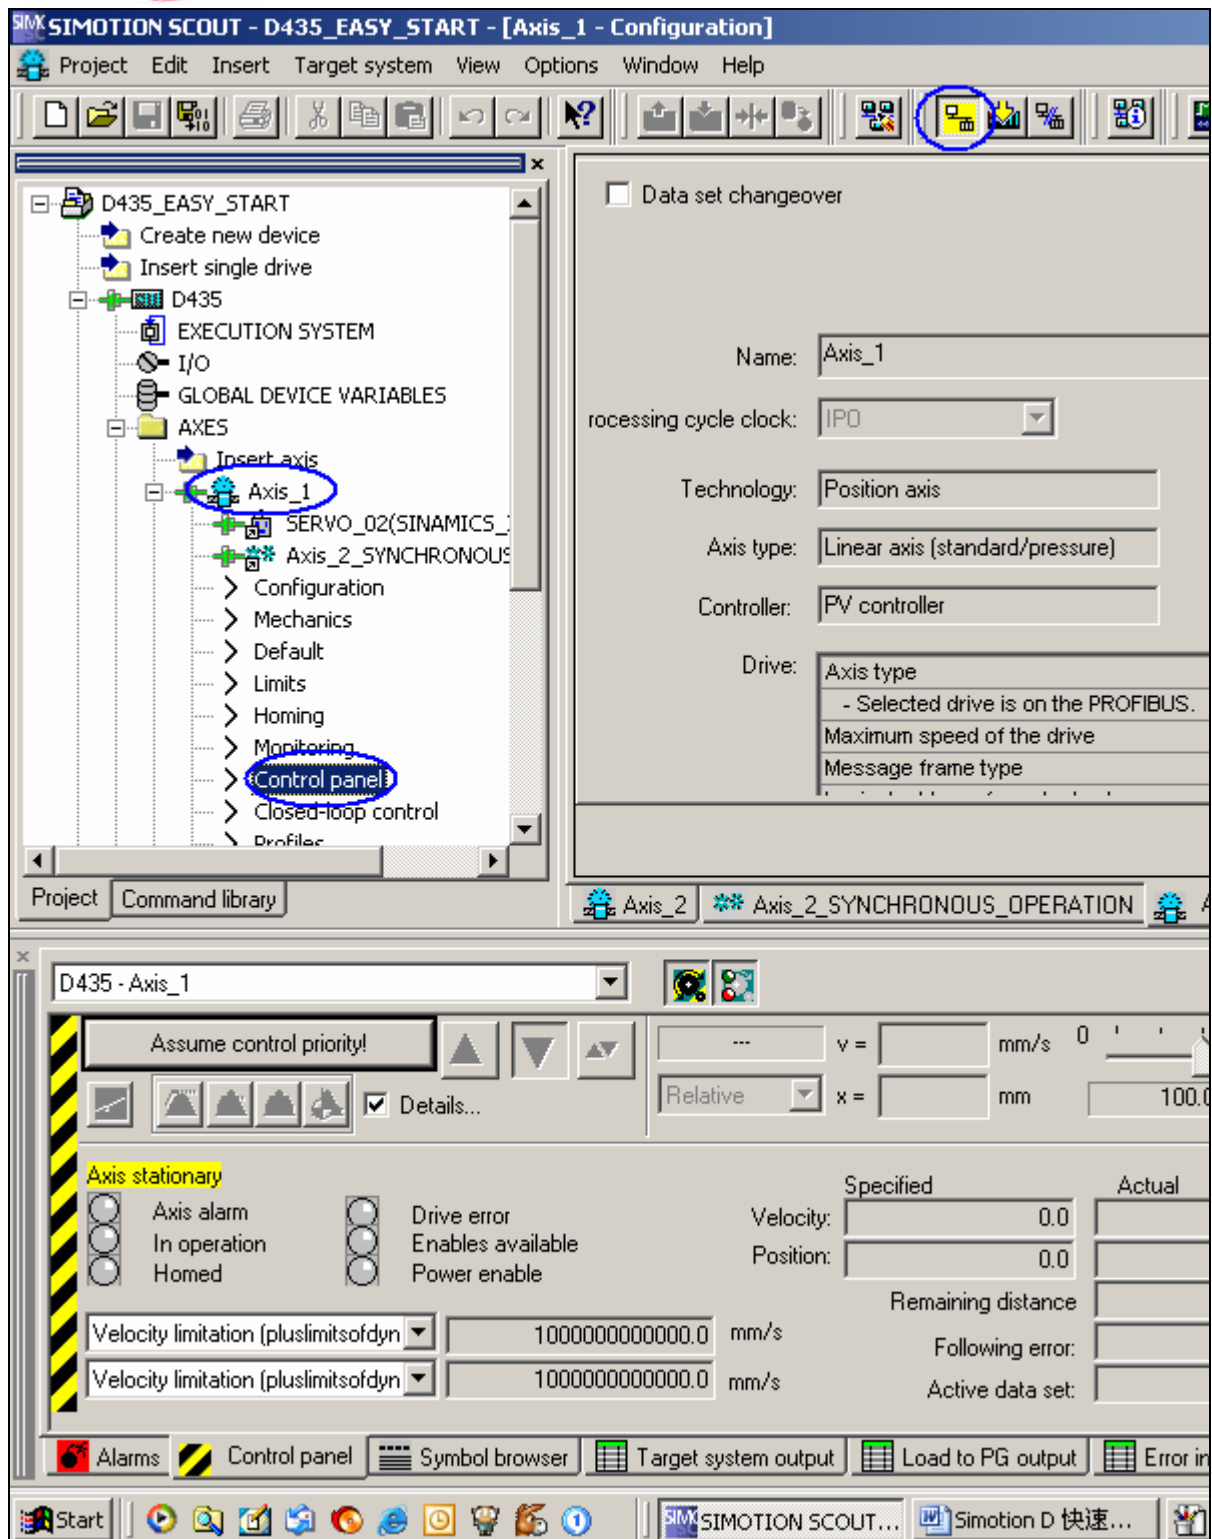

图. 24
1. 按图 24，双击“Control panel”，在屏幕下方出现调试控制面板。